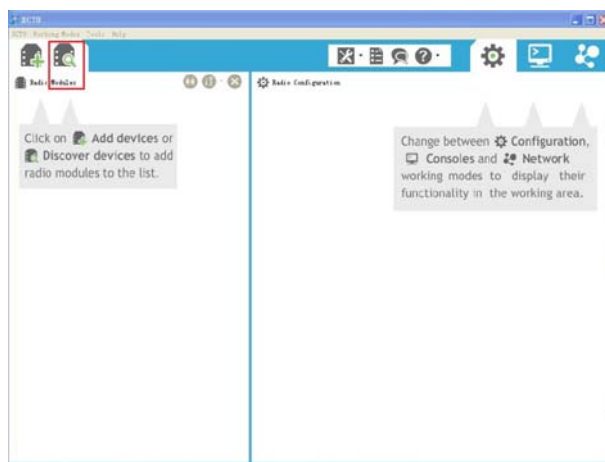
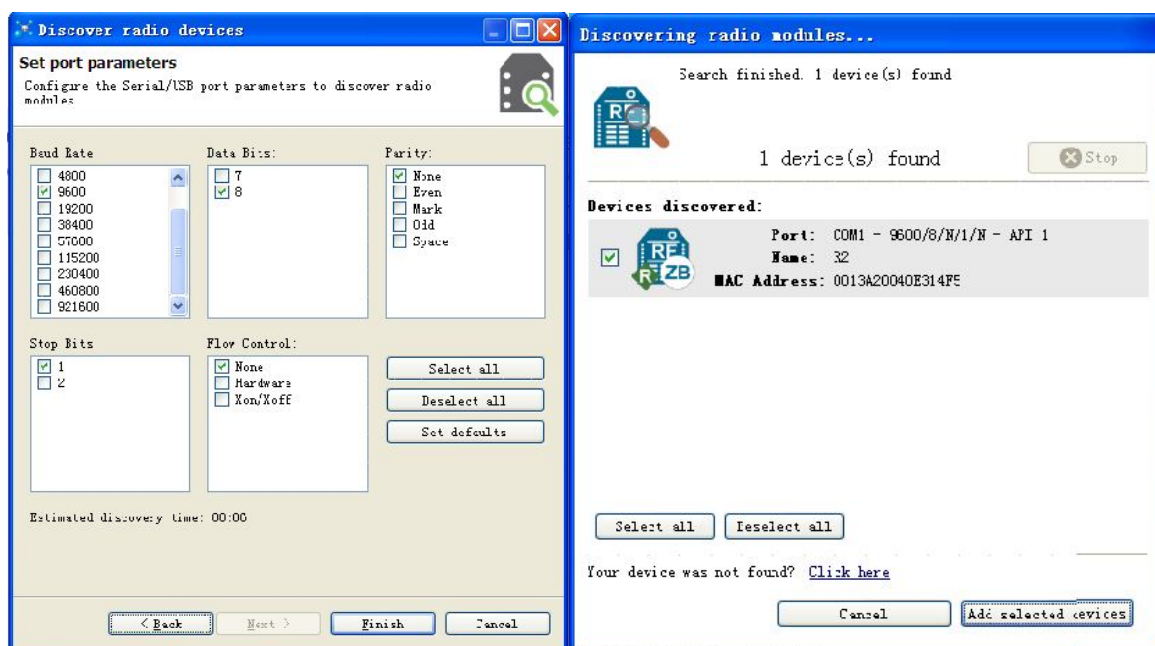

图 4 软件界面
图 5 通信参数设置
- ② 在“XCTU”软件界面，如图4所示，打开“Modules”图标，选择使用的通信口并勾选，单击【Next】设置通信参数，如图5左图所示，单击【Finish】后，勾选后单击【Add selected devices】，如图5右图所示，添加 ZigBee 模块。